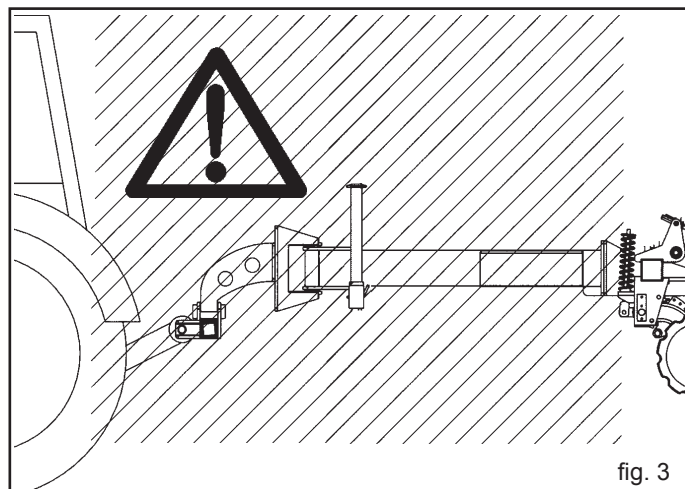

fig. 3
- 5) Este absolut interzisă interpunerea între tractor și punctul de prindere, pentru a manevra comanda din exterior pentru ridicare (Fig. 3).
- 6) Este absolut interzisă interpunerea între tractor și mașină (Fig.3) cu motorul pornit și cardanul instalat.